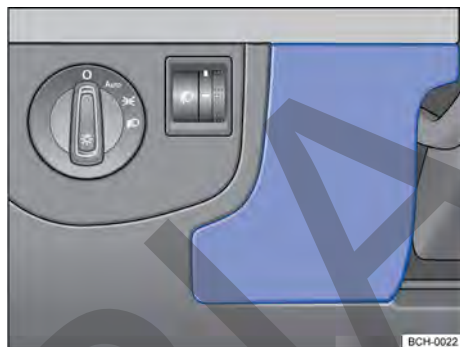

Fig. 168 Del lado del conductor en el panel de instrumentos: cubierta de la caja de fusibles.
- Sostener la cubierta de la caja de fusibles → fig. 168 y tirar hacia adelante.